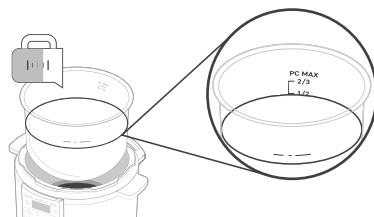

Figura 8.1
2. Llene la olla interior con agua hasta la línea **"-1/2"**. **[Figura 8.1]**